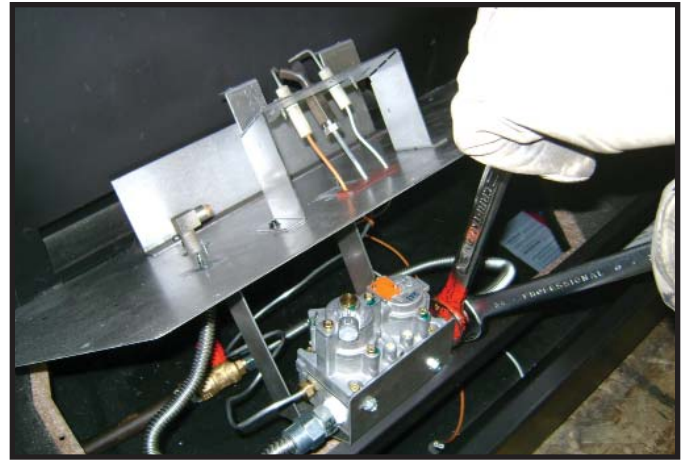

Figura 16.7 Desconecte la válvula de gas
3. Coloque el conjunto de la válvula en el borde frontal de la cámara de combustión. Cierre la llave de paso. Desconecte la válvula de gas del tubo flexible con llave de paso. Consulte la Figura 16.7.